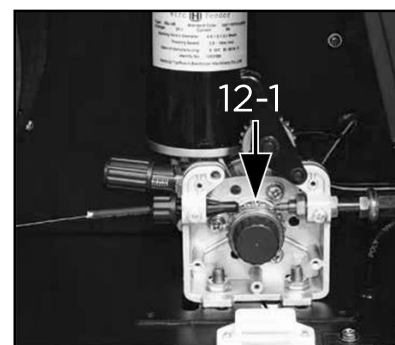

Fig. 13
6. Insérez le fil au travers du rouleau d'entraînement et dans le tube de guidage de sortie du dévidoir (fig. 13).